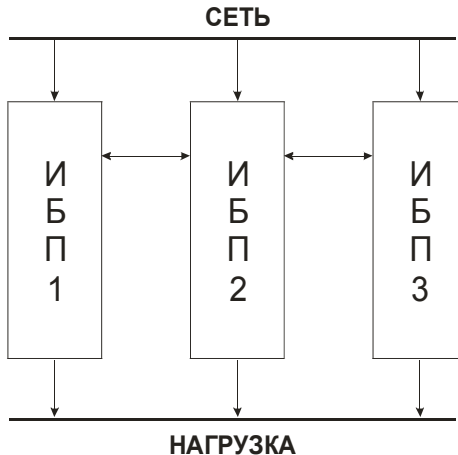

Рис.5 Общая схема включения ИБП в параллель
- соединить блоки кабелями интерфейса параллельной работы с 25 –ти выводными разъемами (рис.5);